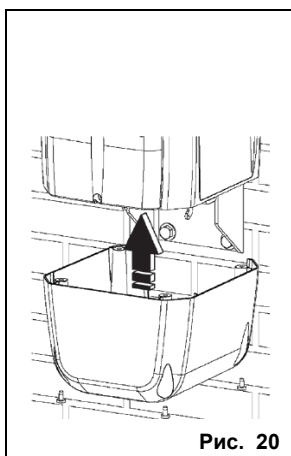

Рис. 20
- Нижнее основание корпуса закрепить с помощью четырех прилагаемых винтов (рис. 20).